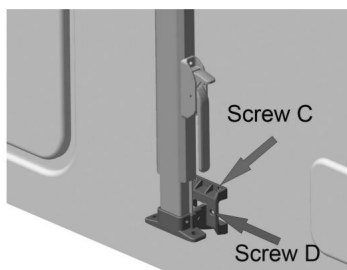
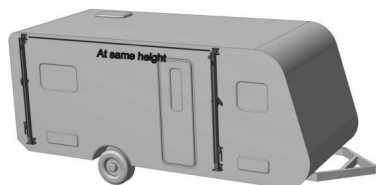

Figuur C6
Figuur C7
3.2 Neem de steunarm, markeer hiermee de positie van het gat op een geschikte plaats aan de buitenkant van het voertuig (Figuur C6) en boor een montagegat van  $\varnothing 5$  in de carrosserie van het voertuig (Figuur C7).